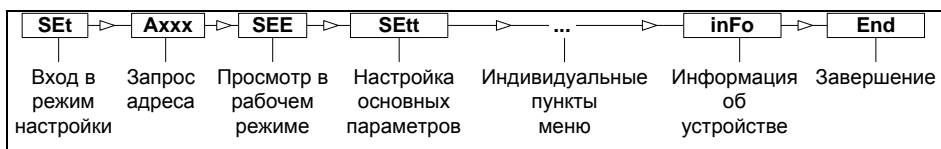

Рисунок 15
3.7.5.1 Каждое устройство имеет индивидуальное меню в режиме настройки, приведенное в его РЭ (пример – меню сигнализатора на рисунке 19). Меню устройств содержит ряд пунктов, каждый из которых объединяет несколько параметров (настроечных или информационных), определяющих функции устройства. Есть обязательные пункты, присутствующие у всех устройств: **SEE**, **SEtt** и **inFo** (рисунок 15).